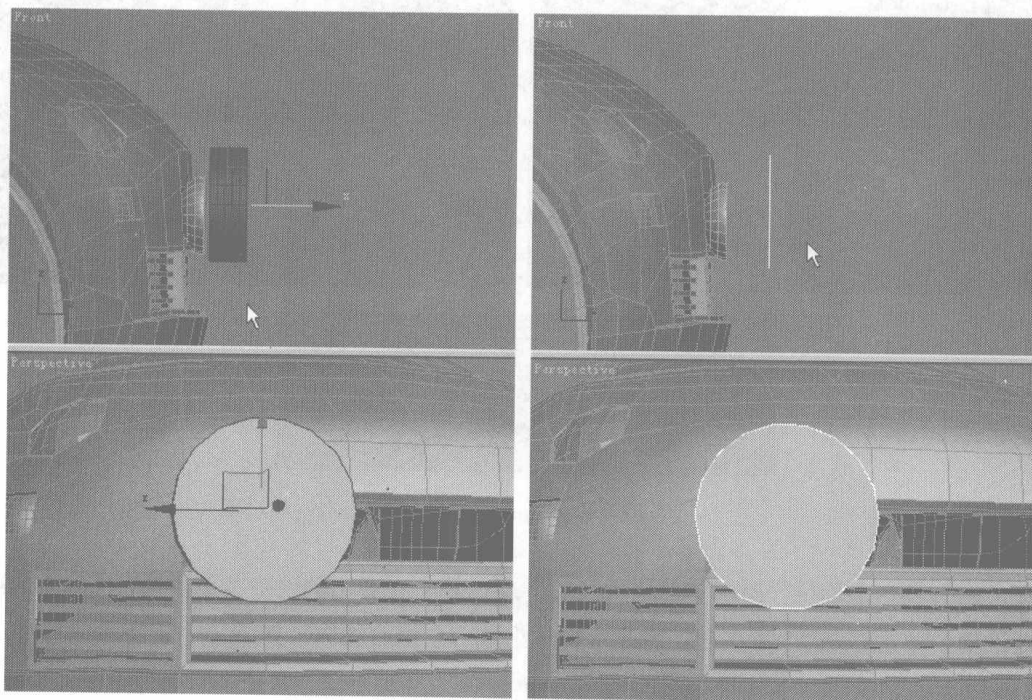

图 7.194
- 11** 选择圆柱体侧面和底面的所有面，按 Delete 键删除，如图 7.194 所示。